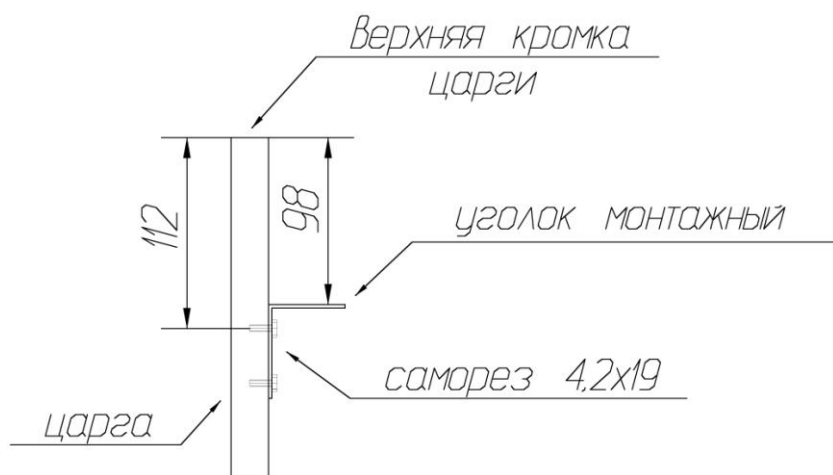

Рис. 2
3. Саморезами 4,2x19 закрепить на каждой царге по два монтажных уголка. Монтажные уголки крепятся длинной стороной к царге (см. схему сборки и рис.2).
1. Саморезами 4,2x19 закрепить на каждой царге по два монтажных уголка. Монтажные уголки крепятся длинной стороной к царге (см. схему сборки и рис.2).